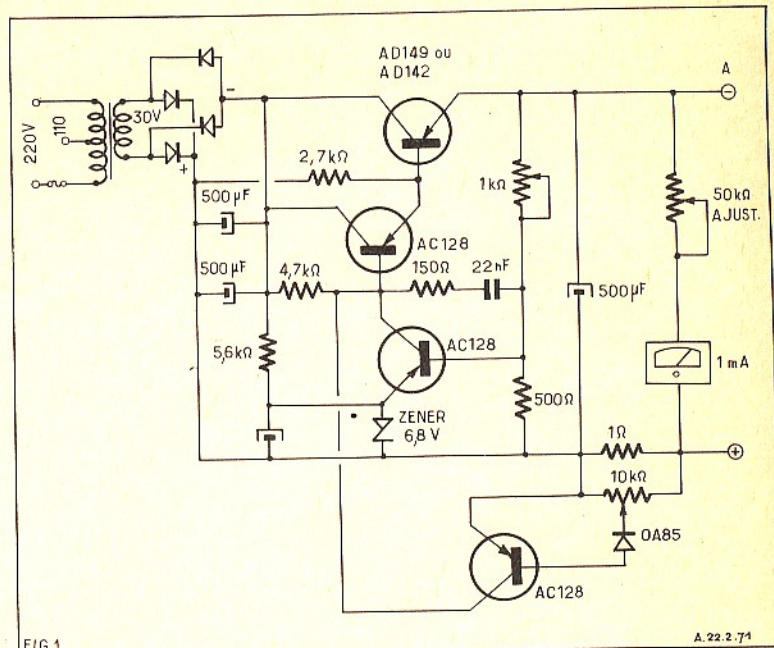

FIG.1
a) l'alimentation stabilisée (figure 1) utilise :